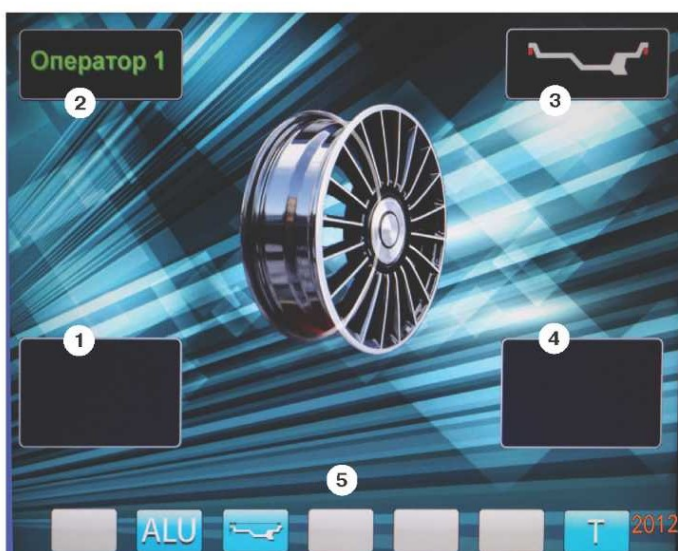
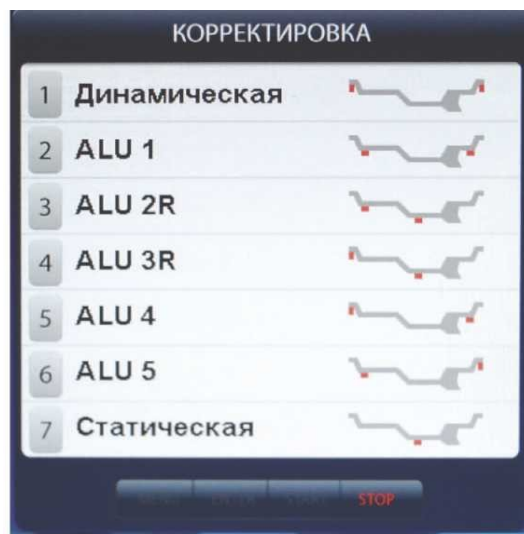

рис.8.2.
рис.11.3.
8.3. После включения питания СБ на экране монитора отображается фирменная заставка, которая через несколько секунд сменяется отображением экрана основного рабочего режима (рис. 8.2).
Для выбора схем расположения грузов в программах «ALU1-ALU5» необходимо, находясь в режиме основного рабочего экрана, нажать кнопку «ALU», при этом открывается окно схем установки грузов, отмеченных номерами рис.11.3. Если после введения размеров колеса установился экран ввода геометрических параметров, необходимо перейти в экран основного рабочего режима нажатием кнопки «STOP». Для выбора нужной схемы нажмите кнопку верхнего ряда клавиатуры с соответствующим номером. Выбранная схема установки грузов отображается в окне 3 экрана основного рабочего режима (рис. 8.2).
рис.12.1. случае в окнах 1 и 4 (рис. 8.2) высвечиваются «ОК». Минимальный дисбаланс, отображающийся в окнах 1 и 4, равен 5г. Дисбаланс, превышающий 5г, округляется до величины кратной 5, т. е. дисбаланс 9, 10, 11 и 12 г отображается цифрой 10, дисбаланс 13, 14, 15, 16 и 17 г - цифрой 15 и т. д. Для просмотра неокругленного значения дисбаланса или дисбаланса менее 8г. необходимо нажать кнопку «<<», при этом в окнах 1 и 4 на 2-3 сек высвечиваются фактические значения дисбаланса, определенные в данном запуске.
12.3.4. Для проверки результатов балансировки снова запустите СБ. Если колесо отбалансировано правильно, на индикаторах 1 и 4 (рис. 8.2.) отображаются символы «ОК».